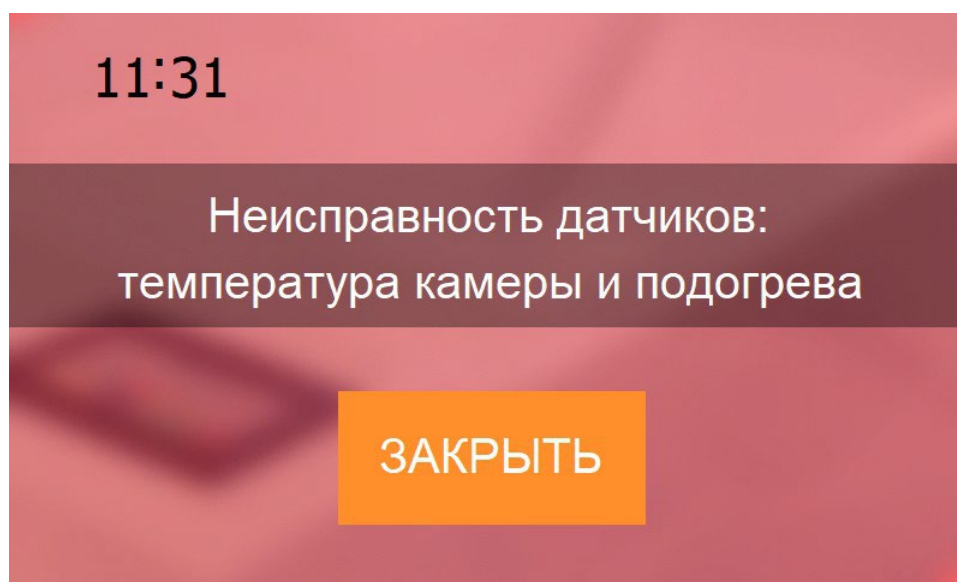

Рисунок 24.
9.2. В случае выхода из строя датчика температуры внутри ванны на дисплее появится ошибка “Неисправность датчиков: температура камеры и подогрева. (Рисунок 24).